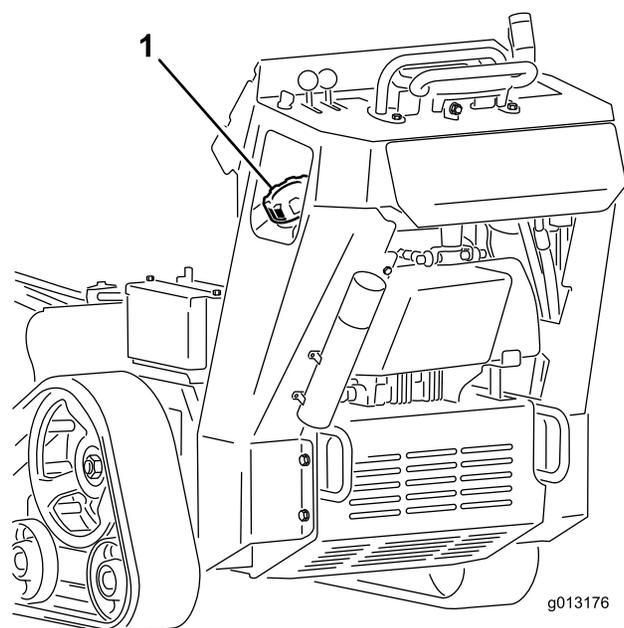

図 16
3. 燃料キャップの周囲をきれいに拭いてキャップを外す 図 16。